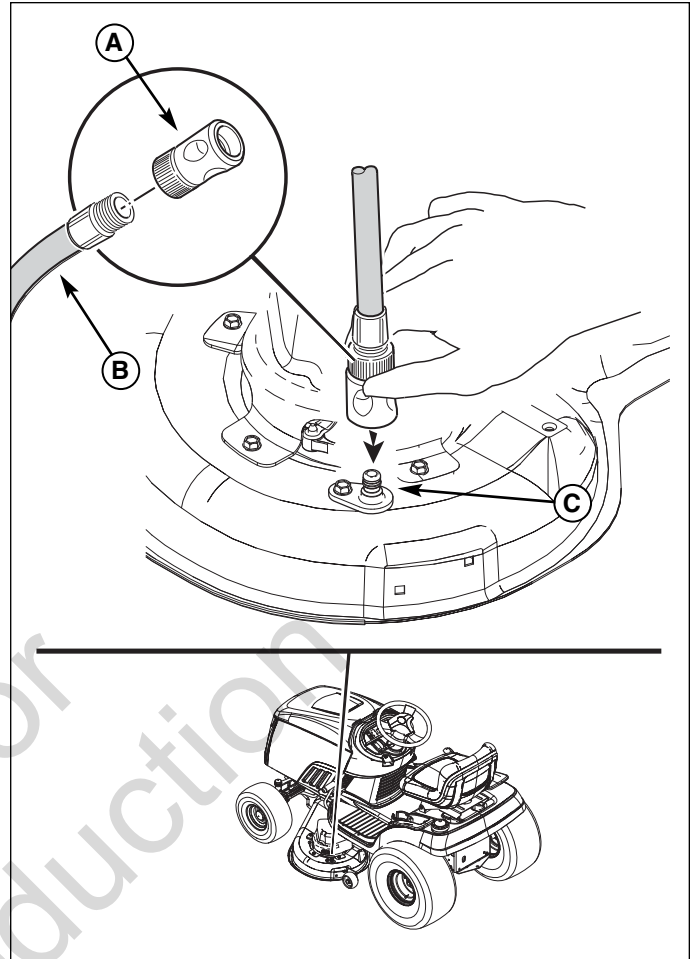

Figure 27. Port de lessivage de plateau de coupe de la tondeuse (carters de coupe 117 cm)
2. Attacher le raccord rapide (A, Figure 27) au tuyau d'arrosage (B) et connecter au port de lessivage (C) sur le plateau de coupe de la tondeuse.